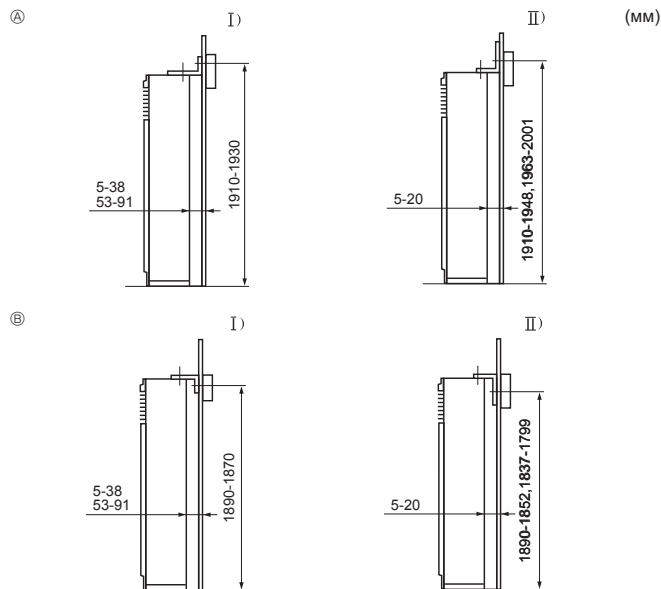

Fig. 3-3
- ① Крепежный кронштейн для предотвращения опрокидывания прибора
Крепежный кронштейн для предотвращения опрокидывания прибора ① устанавливается на верхней панели прибора. Снимите самонарезающие винты ②, и затем по-новому установите кронштейн, как показано на рисунке. Точные значения расстояний, соблюдение которых необходимо при установке, приводится, на Fig. 3-3.
3.3. Монтаж крепежного кронштейна для предотвращения опрокидывания прибора (Fig. 3-3)